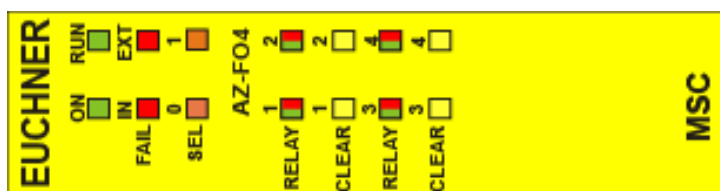

Figure 36 :
8.4.9. Module AZ-F04 (Figure 36)